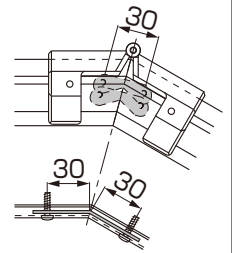

図6-9
- 前後枿連結金具 (自在) A、B の取付け位置は図6-9を参照してください。